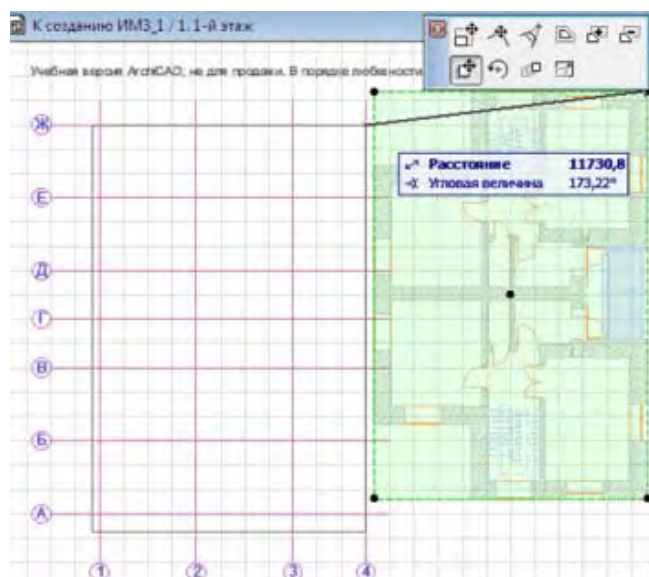

Рис. 29
7. В области **Вертикальные линии сетки** (рис. 29) укажите свои размеры между вертикальными линиями сетки (в данном примере это **0; 4000; 4000; 3000**). Разместите систему сетки на плане первого этажа двумя щелчками. Первый щелчок определяет место расположения точки пересечения первых двух линий. Второй щелчок вместе с первым указывают горизонтальное направление системы сетки. В результате на экране с фоном-ссылки появляется система сеток. При этом возможно появление информационного сообщения **«В результате выполнения последней операции были созданы и/или изменены элементы, расположенные на невидимых в текущий момент этажах»**. Это связано с тем, что система сетки и все ее составляющие создаются на всех этажах. В нашем случае следует проигнорировать это сообщение.